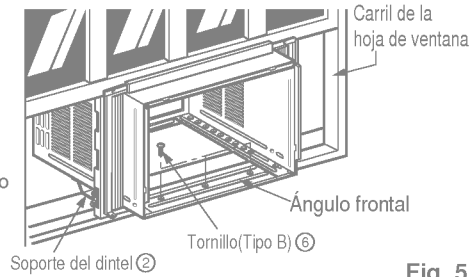

Fig. 5
- El gabinete debe ser instalado con una ligera inclinación (aproximadamente 1/2") de modo que el lado externo quede hacia abajo (ver Fig. 5) Ajuste el perno y la tuerca del soporte al dintel ② para equilibrar el gabinete.
- Agregue el gabinete al asiento de la ventana colocando los tornillos ⑥ (Tipo B: Largo 16mm 5/8 - pulgadas - abajo.) a través del ángulo frontal
- Tire cada marco de la cortina ① completamente para cada carril de hoja de ventana y repita el paso 2.